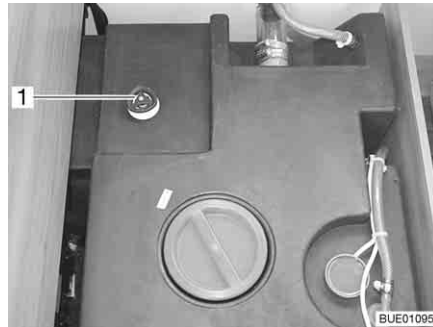
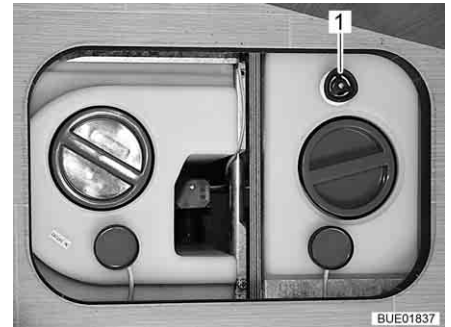

Fig. 222 Serbatoio dell'acqua con maniglia girevole (Viseo)
Fig. 223 Serbatoio dell'acqua con maniglia girevole (Elegance)
- Sul serbatoio dell'acqua, ruotare la maniglia girevole (Fig. 222, 1 o Fig. 223, 1) in senso orario fino all'arresto.
- Sul serbatoio dell'acqua, ruotare la maniglia girevole (Fig. 222, 1 o Fig. 223, 1) in senso antiorario fino all'arresto. L'acqua scorre fino a raggiungere il livello di riserva (livello di riserva per Viseo: 60 l, per Elegance: 20 l).